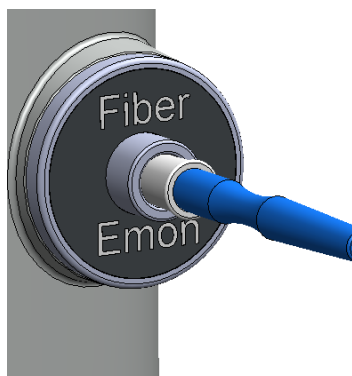

Рис. 4-9: Вставленное волокно со стерильным адаптером
- Волокно со стерильным адаптером необходимо вставить как можно глубже в отверстие для подключения энергомонитора на передней панели лазера (Рис. 4-9).